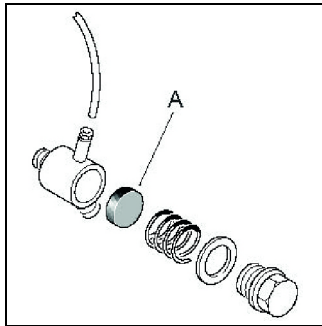

Abb. 8: Dichtelement im Rückschlagventil
Schritt 2: Kontrollieren Sie das Rückschlagventil und tauschen Sie gegebenenfalls das Dichtelement (A, Abb. 8) aus.